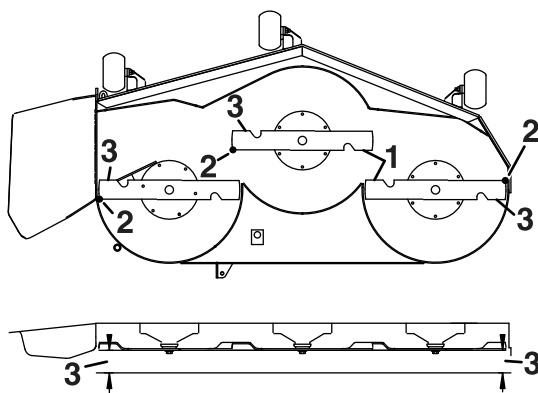

Figure 120
6. Mesurez la distance entre la pointe des lames et le sol plat (Figure 120). Si les mesures diffèrent
- 12. Tournez prudemment les lames pour qu'elles soient parallèles dans le sens transversal (Figure 120).